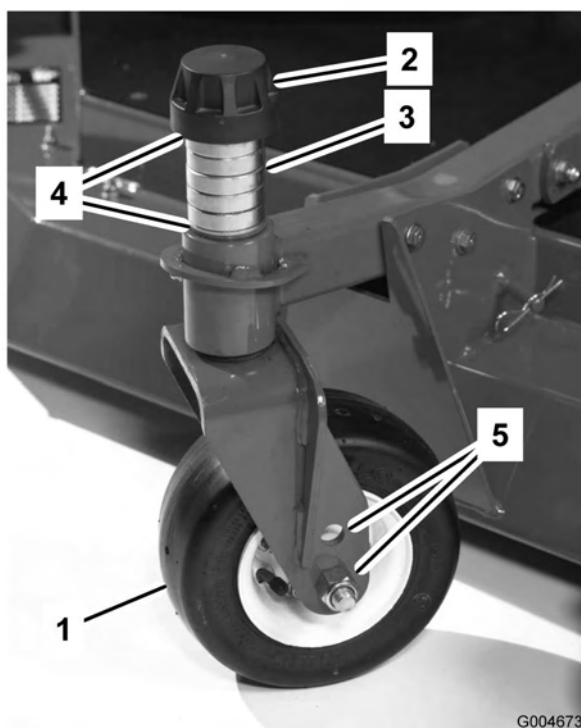

Figura 14
3. Retire a tampa de fixação do eixo roscado desloque o fuso (Figura 14) para fora do braço da roda giratória. Coloque ambos os calços (3 mm) no eixo, tal como se encontravam originalmente. Estes calços são necessários para atingir a mesma altura ao longo de toda a largura das unidades de corte. Desloque um número apropriado de cunhas de 13 mm (consulte a tabela abaixo) para o eixo para obter a altura de corte desejada; em seguida, desloque a arruela para o eixo.